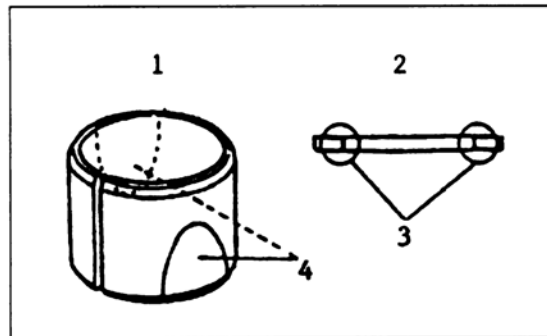

Bild 174
-  Bauteile auf Kratzer, Riefen oder anormalen Verschleiss untersuchen. Gleitstückbuchse muss ausgewechselt werden, wenn Teflonbeschichtung so stark abgenutzt ist, dass Kupferfläche mehr als drei Viertel der gesamten Oberfläche einnimmt (Bild 174). Stützring an geeigneten Stellen überprüfen und austauschen, wenn verzogen.